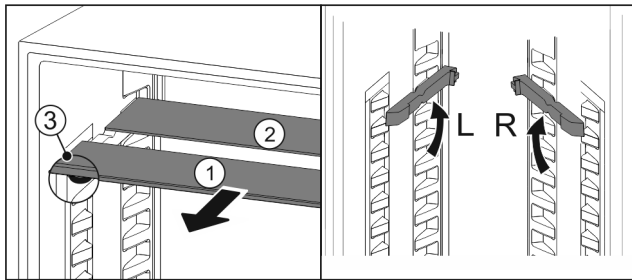

Fig. 112
- ▶ Sortir les tablettes par l'avant Fig. 112 (1).
- ▷ La tablette en verre Fig. 112 (1) avec bordure décorative est située à l'avant.
- ▷ Les butées Fig. 112 (3) sont orientées vers le bas.